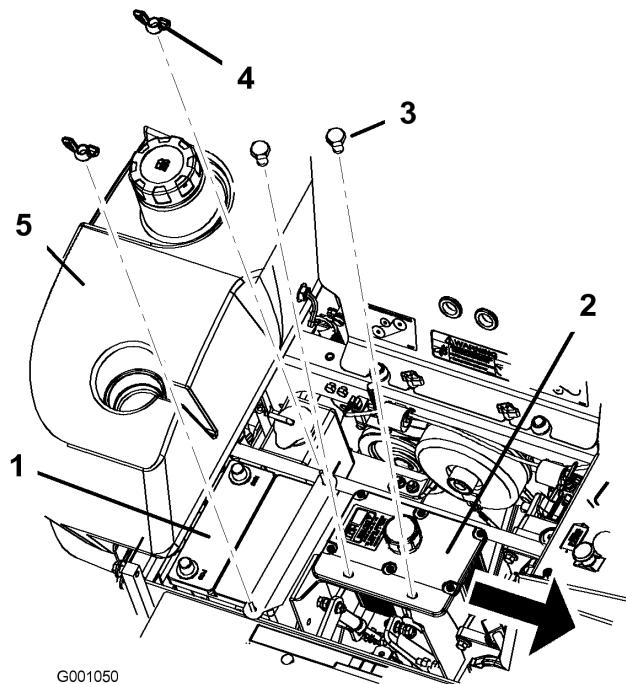

Figura 43
6. Retire ambas tuercas de orejeta (1/4 pulg.) que fijan la abrazadera de la batería (Figura 43).
7. Retire los dos pernos que sujetan el depósito de aceite hidráulico (Figura 43).
6. Fije la batería con pernos en J, brida y 2 arandelas (1/4 pulg.), y 2 tuercas de orejeta (1/4 pulg.) (Figura 43).